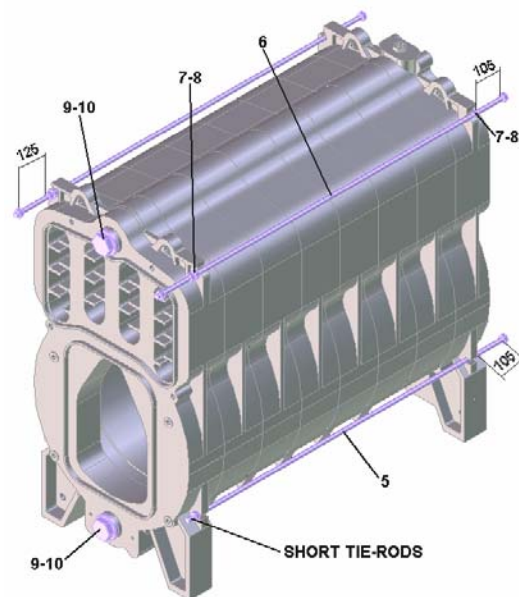

Рис. 9
- 11 .Установите анкерные стержни (5-6) в их гнезда, разместив их, как показано на (Рис.9).